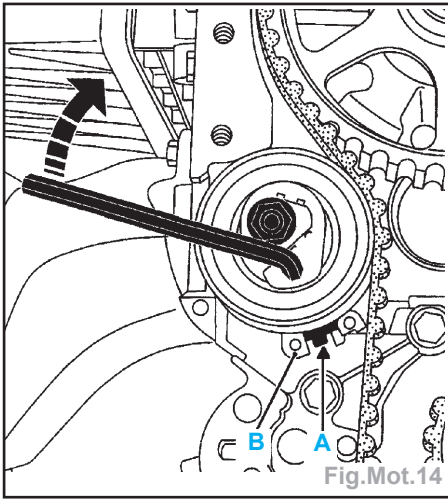

Fig.Mot.14
- Desserrer d'un tour maximum l'écrou du galet tendeur tout en le maintenant à l'aide d'une clé six pans de 6 mm, puis ramener progressivement l'index mobile (**A**) au milieu de la fenêtre de calage (**B**) et serrer l'écrou au couple (Fig.Mot.14).